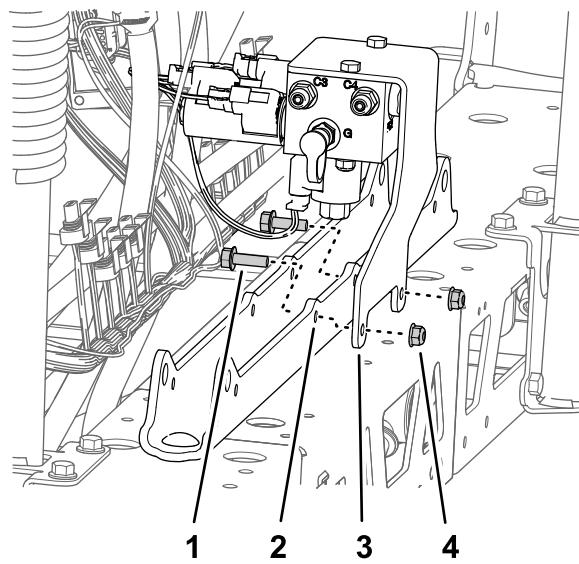

Рисунок 94
- A. Совместите отверстия в опорном кронштейне коллектора подъема секции с отверстиями в креплении цилиндра (Рисунок 94).
- B. Установите опорный кронштейн на крепление цилиндра (Рисунок 94) при помощи 2 болтов с фланцевыми головками (5/16 x 1 дюйм) и фланцевых контргаек (5/16 дюйма), снятых при выполнении пункта